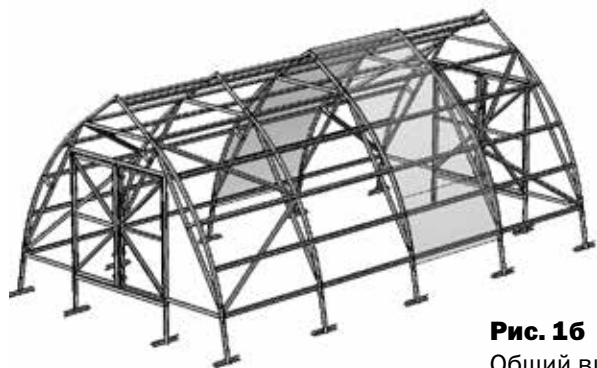

**Рис. 1**
- Общий вид каркаса представлен на **рис.1**. Каркас собирается из профильных нумерованных деталей. Средние полки профиля обращены к покрытию.
**Рис. 1а**